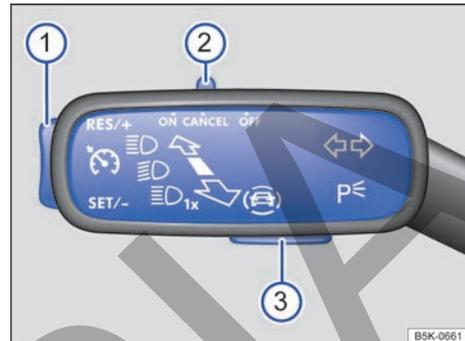

Fig. 123 En el lado izquierdo de la columna de dirección: mando y teclas para manejar el GRA.
- Desplace el mando → fig. 123 ② a la posición **ON**.